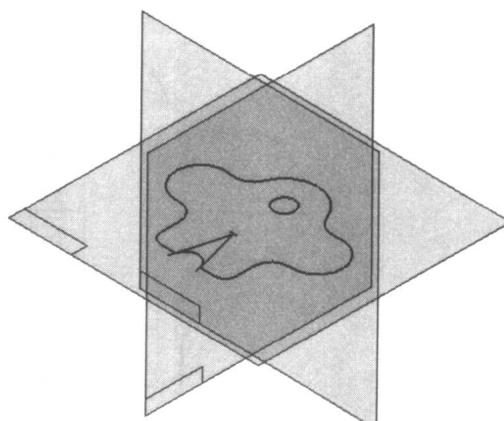

图 1-16
10. 单击 **完成** 按钮结束二维草图, 返回零件设计环境, 如图 1-16 所示。